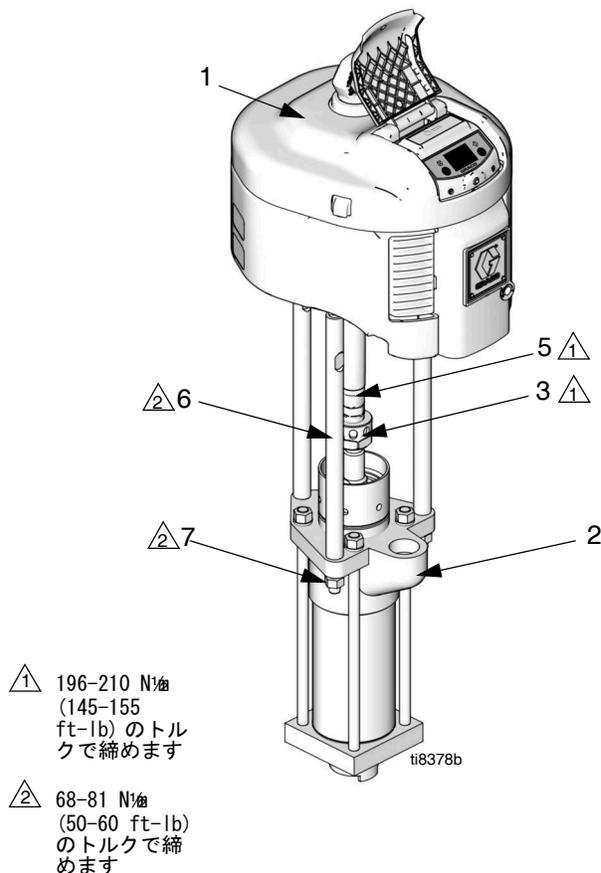

図 3. 下部の再取り付け
3. 吸い込みホースの取り外し中は、液体アウトレット接続金具が緩まない様にレンチでおさえませ。図 3 を参照。
4. 接続ロッドアダプター(5)からカップリングナット(3)をネジで外します。カップリングカラーを取り外さないでください。無くしたり落としたりしないでください。図 3 を参照。
1. 接続ロッドアダプター (5) をエアモーターシャフトへネジで留めます。図 3 に表示しているようにトルクを与えます。
2. タイロッド (6) をエアモーター (1) にネジで留めます。タイロッドの平らな部分ではレンチを使い、表示のようにトルクを与えます。
3. カップリングナット (3) およびカップリングカラー (4) が置換ロッド上に配置されているか確かめてください。
4. 一人がモーターに取り付けている間、下部を支えるのに最低二人が必要となります。**注意**ページの 12 を参照してください。**下部の取り外し方**で記載されているように、ポンプの液排出口をエアインレットに方向を合わせます。タイロッド (6) の上に下部 (2) を置きます。
5. 図 3 に記載されているように、ナット (7) をタイロッド (6) にネジで留め、トルクを与えます。
6. カップリングナット (3) 接続ロッドアダプター (5) を緩めにネジで締めます。レンチを使って接続ロッドアダプターの平らな部分を固定し、回転するのを防ぎます。調整レンチを使ってカップリングナットを締めます。図 3 に表示しているようにトルクを与えます。